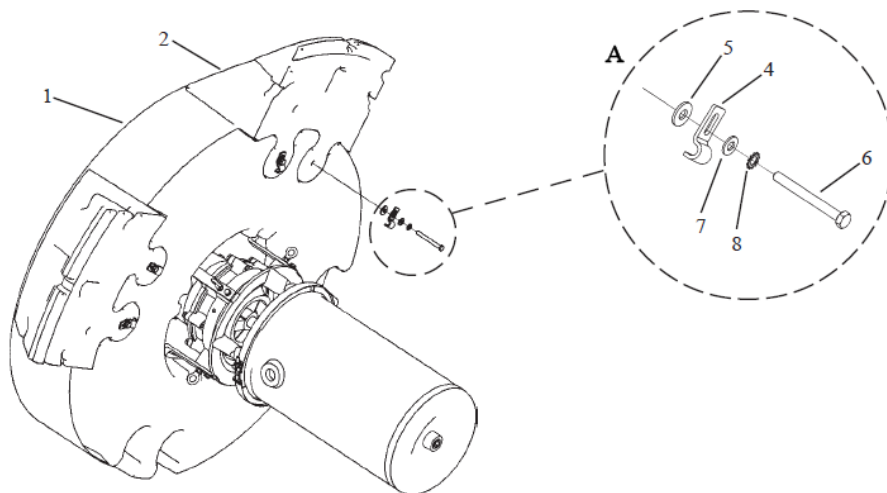
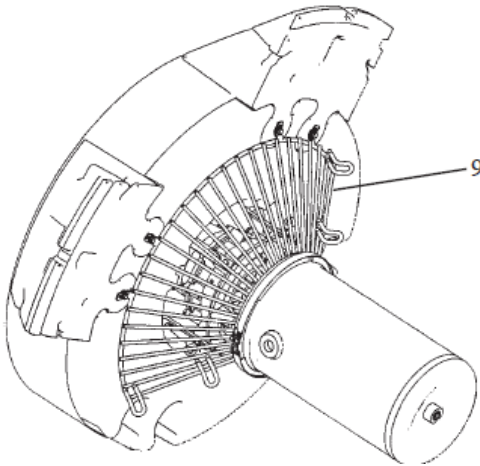

Abbildung 1
Abbildung 2
**A.** Legen Sie das Gerät wie in Abbildung 1 gezeigt auf die Seite. Achten Sie dabei besonders sorgfältig darauf, dass Sie die Pumpenkammer nicht beschädigen.
**D.** Legen Sie eine Hälfte des Edelstahl-Stabfilters unter den Hauptschwimmkörper, so dass sich der untere kleine Ring zwischen der V-Band-Klemme und dem Abstandsbolzen des Motors befindet (siehe unten in Abbildung 2):
Es gibt zwei verschiedene Methoden, um den Belüfter zu sichern (siehe Abbildungen unten), nämlich **Verankern (Abbildung 1)** und **Vertäuen (Abbildung 2)**. Wir beschreiben das „Vertäuen“ als Sichern des Belüfters am Ufer. Das „Verankern“ des Belüfters wird als Sichern des Belüfters an Gewichten beschrieben, die an verschiedenen Stellen um das Gerät auf den Teichgrund abgelassen werden.
*Verankern – Abbildung 1*
*Vertäuen – Abbildung 2*